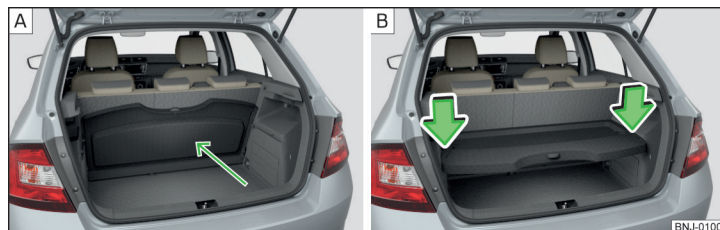

Fig. 96 Masca portbagajului: în spatele banchetei din spate/depozitată în poziția inferioară
Masca poate fi scoasă din autovehicul, eventual se poate depozita în două poziții » fig. 96 la pagina 79.
Masca portbagajului poate fi depozitată în spatele banchetei » fig. 96 - **A** sau în poziția inferioară » fig. 96 - **B**.
- Apăsați pe partea superioară a capacului în sensul săgeții » fig. 96 - **B**.